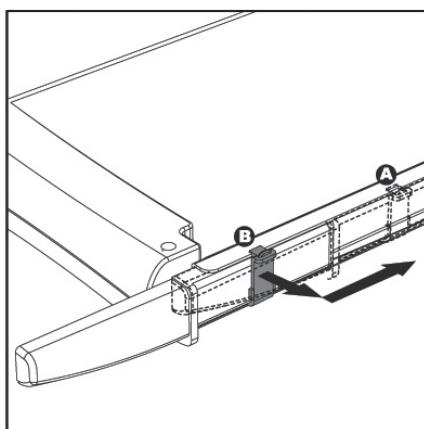

fig. 3
- Abaissez le levier en le poussant vers le bas jusqu'à découpe du papier, tirez le verrou de blocage vers la droite en le déplaçant de B vers A, de façon à bloquer le levier de guillotine après usage (cf. figure 3).